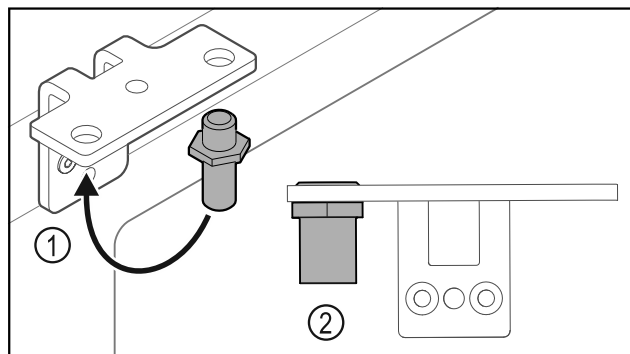

Fig. 31
- ▶ Premiestnite čap Fig. 31 (1) v uholníku závesu.
- ▶ Uťahnite čap Fig. 31 (2) ťahovacím momentom 12 Nm.